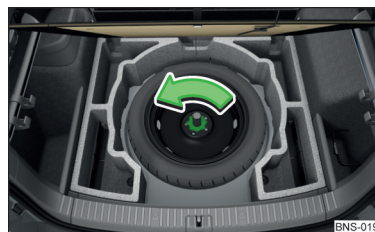

Fig. 338
- Dévissez les écrous dans le sens de la flèche » fig. 338 et retirez la roue.
- Vissez les écrous dans le sens inverse de la flèche jusqu'à la butée » fig. 338.